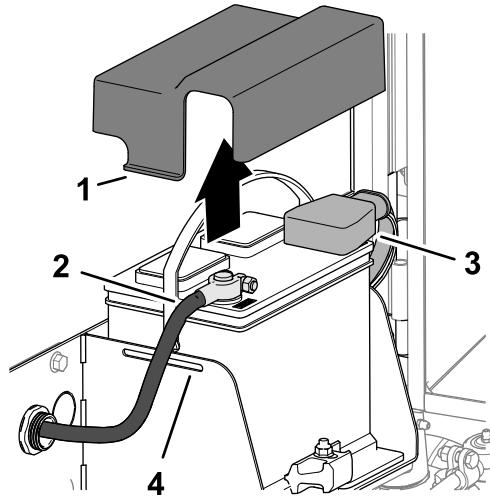

Figure 131
- Appuyez de chaque côté du couvercle de la batterie et déposez le couvercle du support de la batterie (Figure 131).